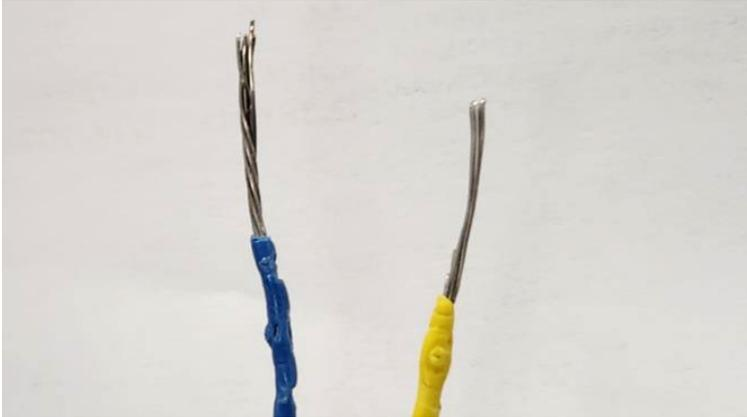

Figure 6: Fils bleus et jaunes avec gaine retirée
7. Répétez l'étape précédente pour les fils jaune et bleu dépassant de la façade. Figure 6.